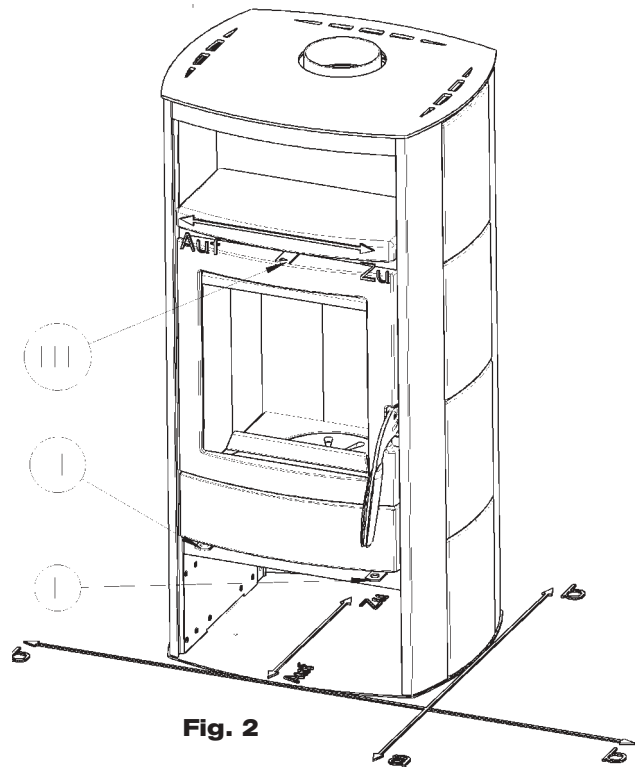

Fig. 2
**TECHNISCHE DATEN****(Fig. 1 - Fig. 2)**